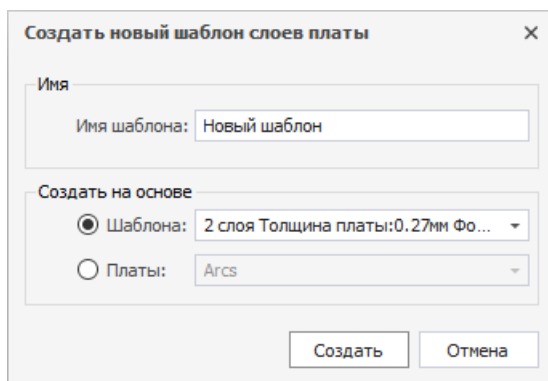

Рис. 112 Ввод имени шаблона слоев платы
3. В окне «Создать новый шаблон слоев платы» в поле «Имя» введите имя для создаваемого шаблона, Рис. 112.